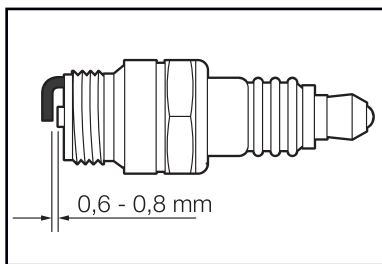

Рис. 22
- Зазор между электродами должен составлять 0,6-0,8 мм (рис.22)